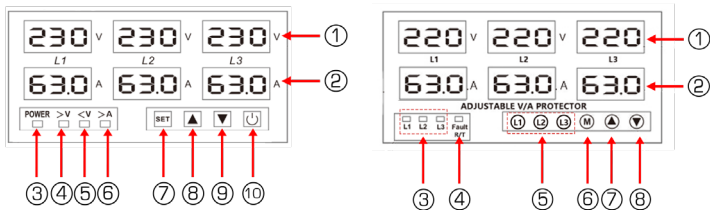

Рис. 2 – Индикация и органы управления SRW-3F-63A Индикация и органы управления SRW-3F-63A-VAS
3.4. Прибор готов к работе. После подачи питания начнется отсчет времени задержки включения реле, по истечении которого реле замкнется, загорится синий индикатор (п.3 рис. 2).
3.5. Для ручного отключения нагрузки от источника питания нажмите и удерживайте кнопку SET. После отключения нагрузки индикатор (п.3 рис. 2) погаснет. Для ручного возобновления подачи питания на нагрузку нажмите и удерживайте кнопку SET.